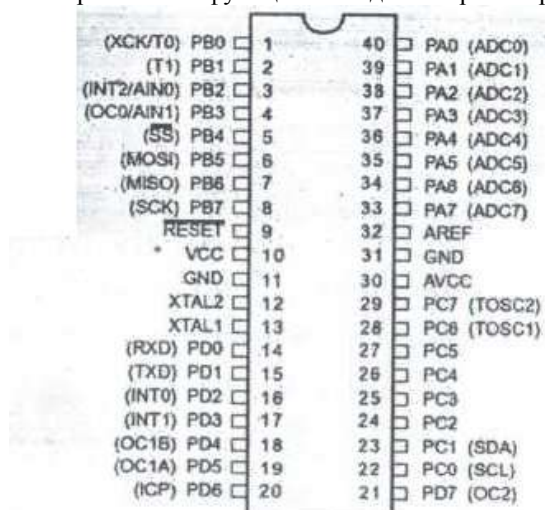

Рис. 1. Расположение выводов микросхемы контроллера ATmega8535 (DIP40)
Порты ввода/вывода непосредственно связаны с выводами микросхемы микроконтроллера, при этом каждый конкретный вывод микроконтроллера жестко «привязан» к конкретному разряду порта ввода/вывода. На рис. 1
Альтернативные функции выводов микроконтроллера представлены на рис. 1 (вскобках).
*Регистры направления* определяют режим работы портов ввода/вывода. Если в каком-либо разряде регистра установлена логическая «1», и соответствующий вывод микросхемы контроллера (рис. 1) работает на вывод информации из микроконтроллера. В противном случае соответствующий вывод микросхемы (рис. 1) работает на ввод информации в микроконтроллер.